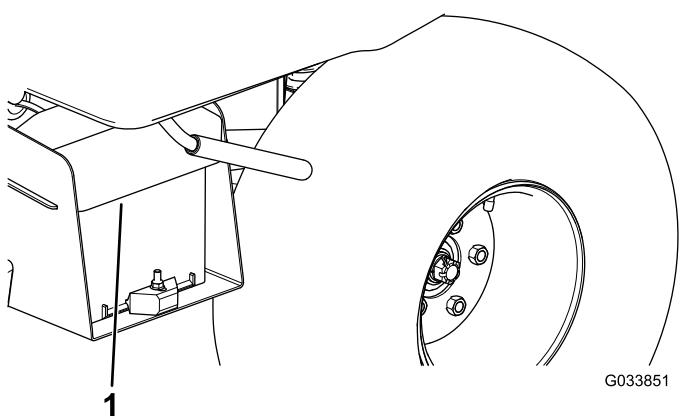

図 4
1. バッテリーカバーを握り込んで、タブをバッテリーベースから外す図 4。
2. バッテリーべースからバッテリーを取り外す図 4。
6. バッテリーベースにバッテリーカバーを合わせる図 4。
7. バッテリーカバーを握り込んで、タブをバッテリーべースに合わせ、力をゆるめるとカバーがセットされる図 4。